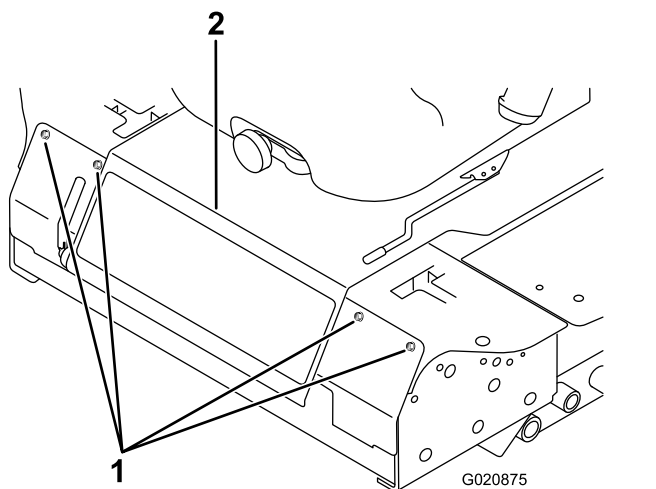

Рисунок 46
2. Снимите болты крепления передней панели и снимите переднюю панель (Рисунок 46).